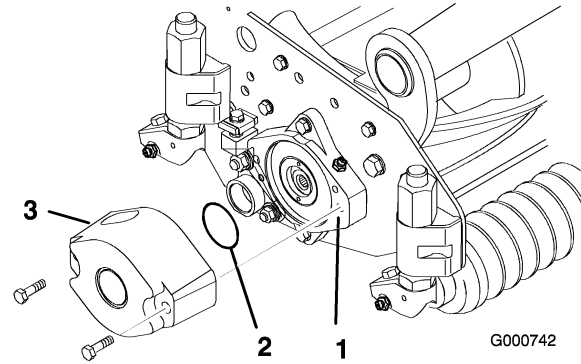
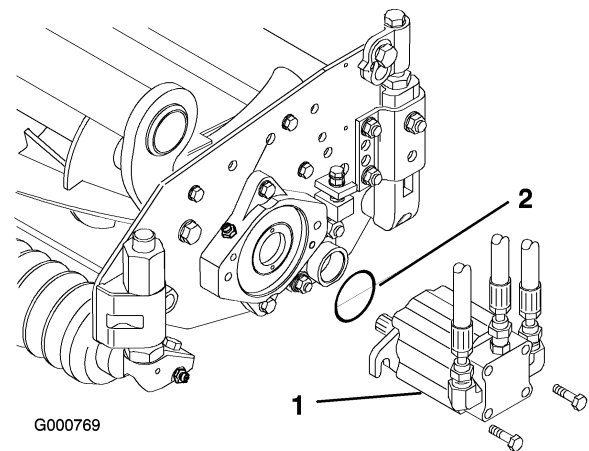

Bild 4
Bild 7
- Schmieren Sie einen großen O-Ring ein und setzen Sie in in den Lagergehäuseschlitz an jedem Ende des Mähwerks ein (Bild 4 und Bild 7).
- Montieren Sie ein Gegengewicht mit den mitgelieferten Kopfschrauben am entsprechenden Ende jedes Mähwerks (Bild 4).
13. Montieren Sie den Motor am Antriebsende des Mähwerks und befestigen Sie ihn mit den zwei Kopfschrauben (Bild 7).